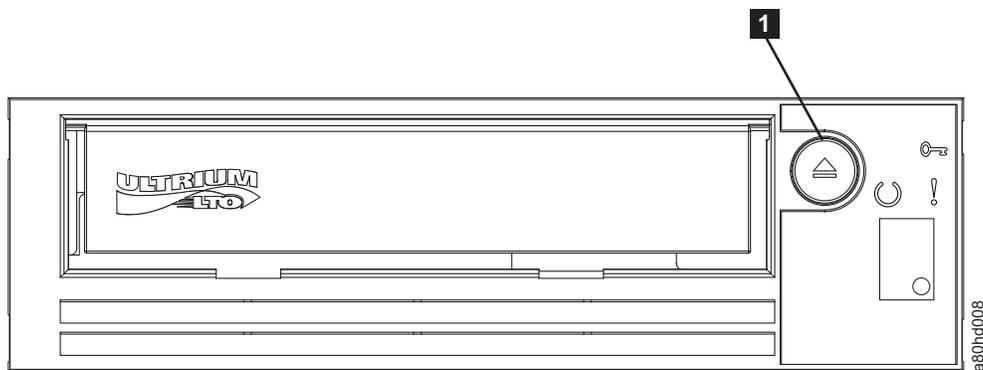

Figure 3-3. Réinitialisation du lecteur
Vous pouvez réinitialiser le lecteur sans mettre hors tension ni ce dernier, ni le système. Cette opération peut être nécessaire si le lecteur ne répond plus aux commandes. Pour ce faire, appuyez sur le bouton d'éjection situé sur le panneau avant du lecteur de bande et maintenez-le enfoncé pendant 10 secondes (figure 3-3, à la page 3-2). Le lecteur force la prise d'un cliché des données techniques essentielles dans sa mémoire et remplace le cliché existant. Il redémarre ensuite pour permettre les communications.
2. Appuyez sur le bouton d'éjection (numéro **1** de la figure 3-3, à la page 3-2). Le lecteur rembobine la bande et éjecte la cartouche. Le voyant Prêt/activité clignote en vert pendant le rembobinage de la bande puis s'éteint avant l'éjection de la cartouche.